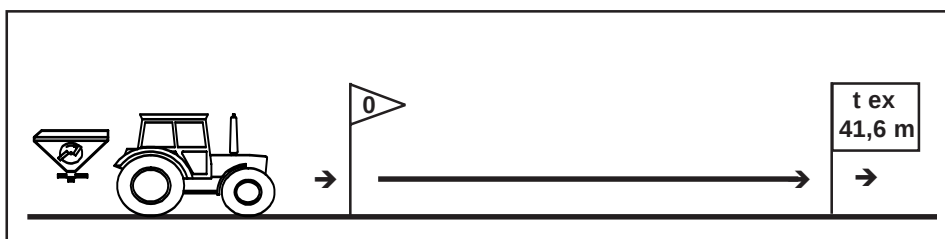

Fig. 7.15
- Mät upp den exakta mätsträckan på fältet. Markera start- och stoppunkt (Fig. 7.15).